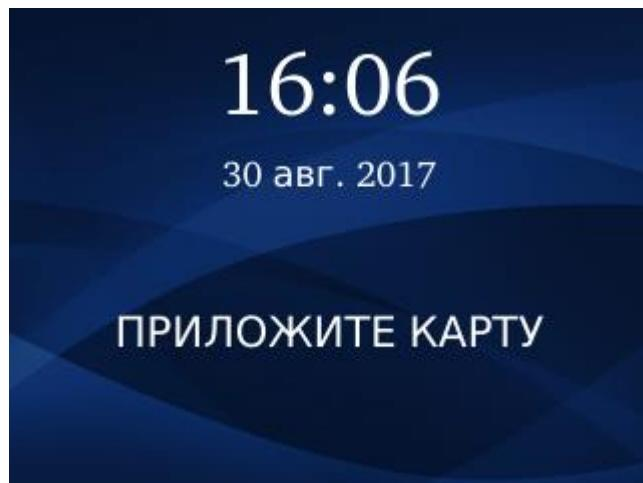

Рисунок 16. Экран терминала в режиме «Карта + ладонь или кнопка»
- Карты + ладонь или кнопка (рисунок 16)